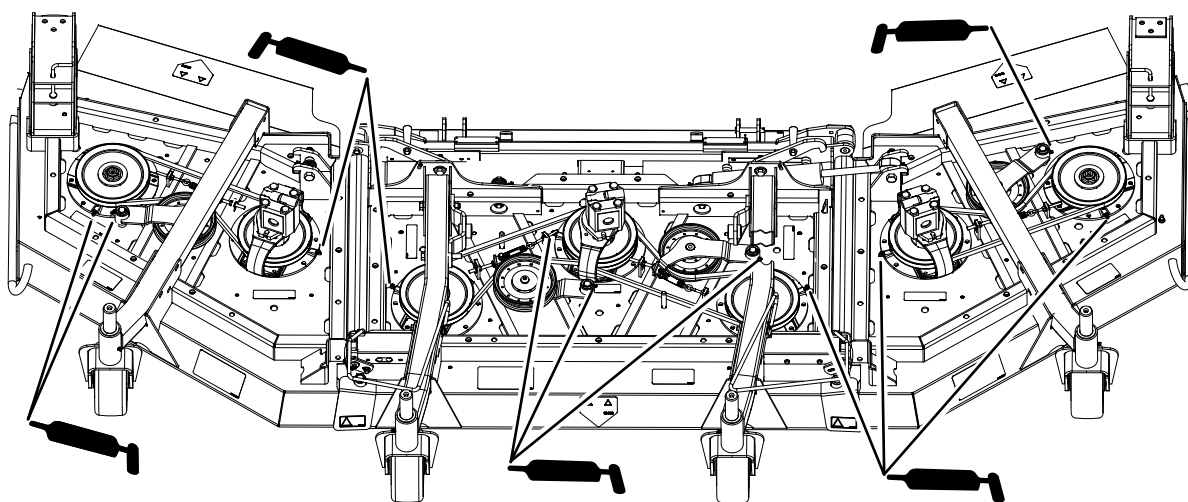

Figura 83
- Três rolamentos do eixo – localizados debaixo da polia (Figura 83)
- Casquilhos da articulação do braço intermédio (Figura 83)